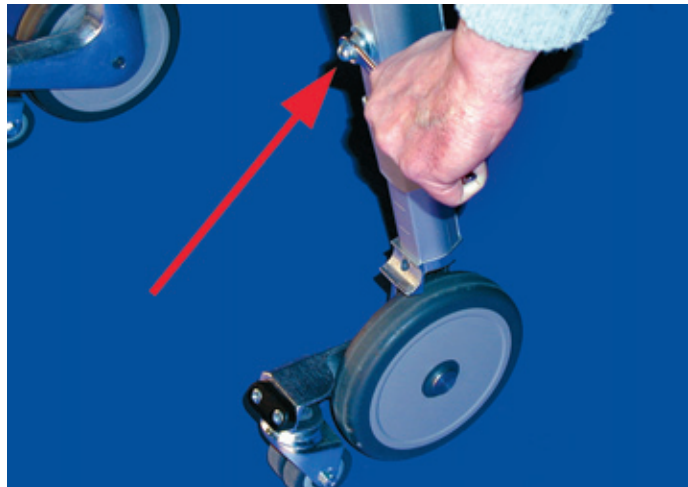

Bild 8
- Durch Lösen der Hutmutter (Bild 8/Pfeil) lassen sich die Teleskopsysteme des vorderen Standbeins einstellen.